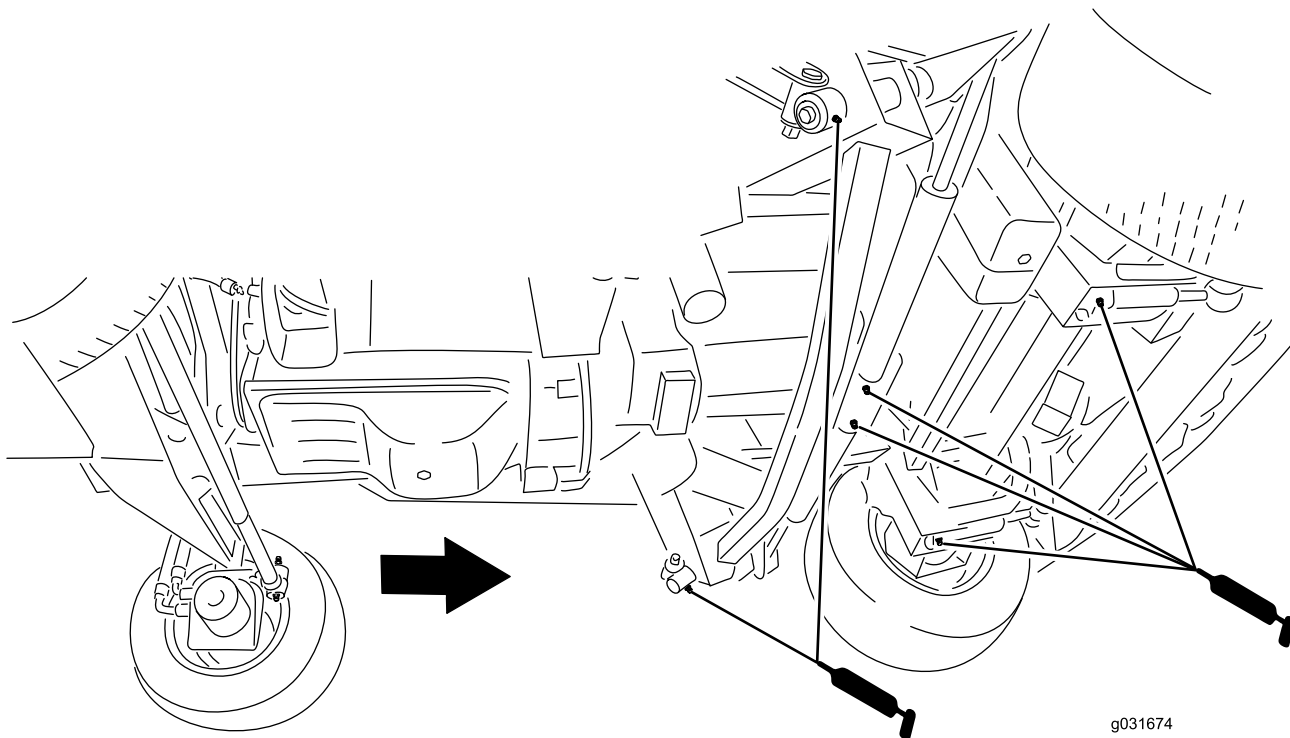

図 80
- インパクトアーム2ヶ所 図 80
- 前デッキの昇降シリンダのピボット2ヶ所 図 80
- サイドデッキの昇降シリンダのピボット2ヶ所 図 80